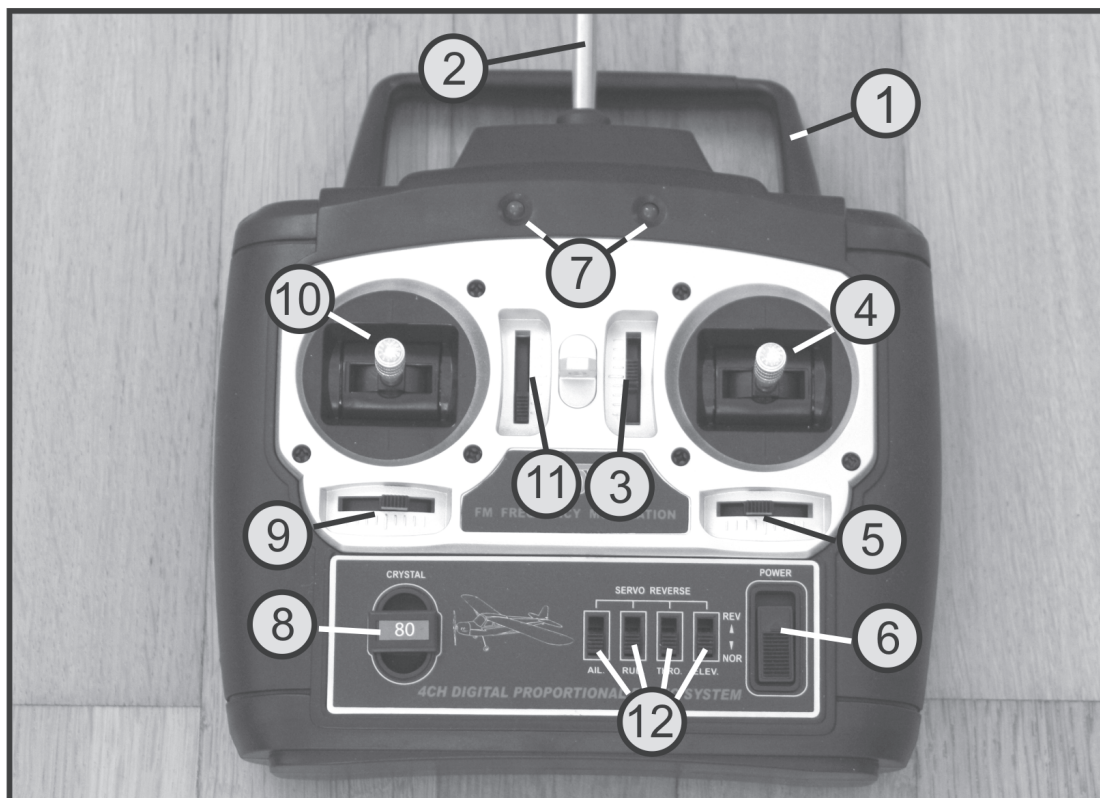

Figure 3
L'antenne de l'émetteur est insérée, si nécessaire, de l'avant/du haut à travers l'alésage circulaire dans le boîtier de l'émetteur, jusqu'à la butée (voir également fig. 3, pos. 2), elle est ensuite serrée comme une vis. Ne vissez l'antenne qu'autant que possible à la main. Pour le serrage, n'usez pas de force et n'utilisez pas d'outil.
Assurez-vous avant chaque mise en service de l'émetteur que le levier de commande du régime moteur (voir fig. 3, pos. 10) est réglé sur « moteur éteint ». Pour ce faire, le levier de commande doit être poussé complètement vers le bas ou être rapproché tout près du corps.
Lorsque des piles neuves ou des accus fraîchement rechargés ont été insérés, ressortez complètement l'antenne de l'émetteur et allumez, à titre d'essai, l'émetteur au moyen de l'interrupteur de fonctionnement (voir figure 3, position 6). Les voyants DEL rouge et vert de l'indicateur de tension de service (voir fig. 3, pos. 7) s'allument ensemble et vous signalent ainsi que l'alimentation électrique de l'émetteur est suffisante.